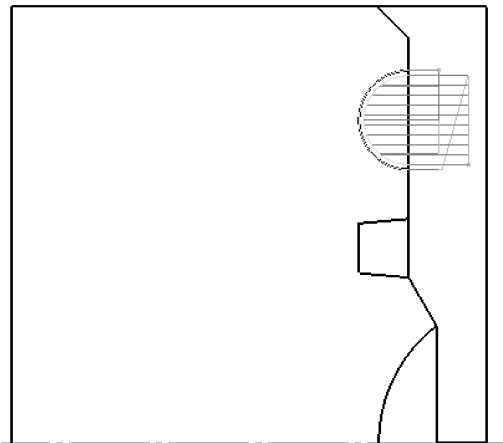

图 8-82 R5 端面圆弧刀具路径
2) 在立即菜单中选择【单个拾取】选项，状态栏中提示“拾取被加工表面轮廓”，依次拾取加工表面轮廓线并单击鼠标右键确定；状态栏中提示“输入进退点到”，输入“5，65”后按回车键，生成如图 8-82 所示的刀具路径。
(4) 生成右端端面槽加工刀具路径